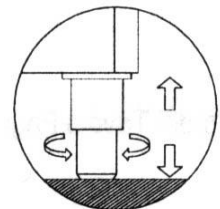

Figure 2 – réglage des pieds
- positionner l'appareil en utilisant un niveau, avec un éventuel réglage des pieds de la base métallique (pour les modèles dotés de pieds réglables) Fig. 2